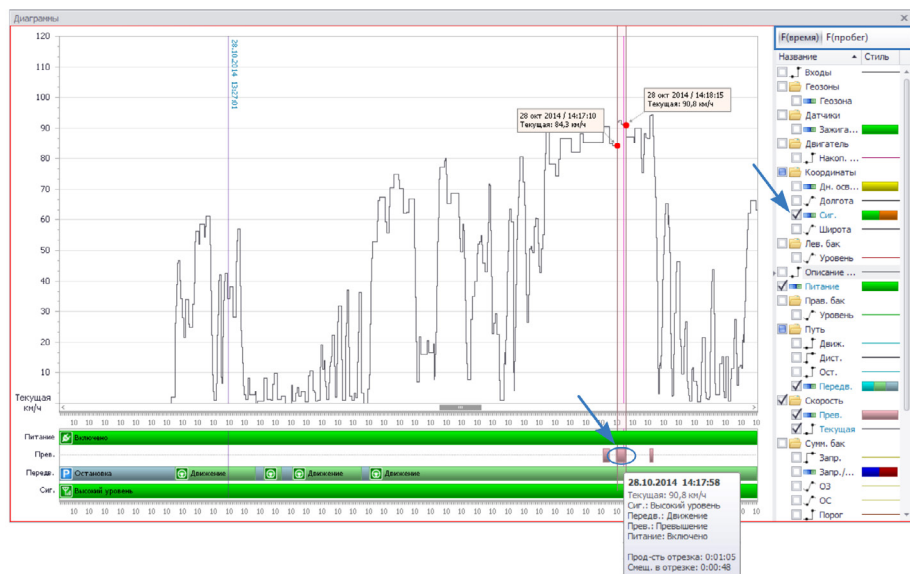

Рис.252. Построение диаграмм.
- В Модуле просмотра диаграмм выбрать вид зависимости диаграммы (**Рис.252**): F(время) для построения зависимости от времени или F(пробег) для построения зависимости параметра от пробега.
- Выбрать в списке параметров диаграмму нужного параметра (**Рис.252**).
При наведении курсора мыши на диаграмму появляется сообщение с информацией о выделенной точке диаграммы. Если вместе с диаграммой в модуле построен также график, то при наведении курсора мыши на диаграмму на графике выделяется диапазон, охватываемый выбранным отрезком диаграммы (**Рис.252**).